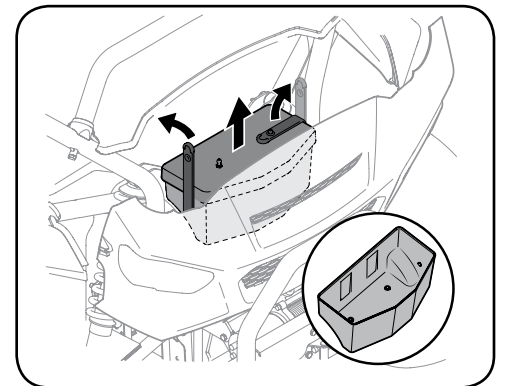

Figure 4-9
2. Décrochez les deux courroies en caoutchouc qui fixent le couvercle supérieur, puis retirez le couvercle supérieur. Voir Figure 4-9.